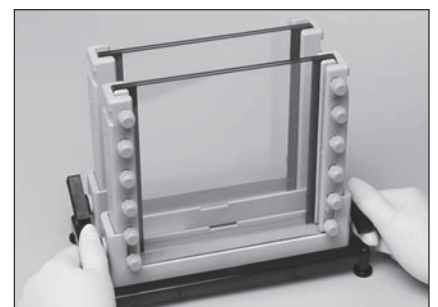

図2
7. カムを互い違いに180度回転させ、ガスケットにゲルカセットを密着させます。回転後は、カムの柄の長い方が真上に向きます。（図2）